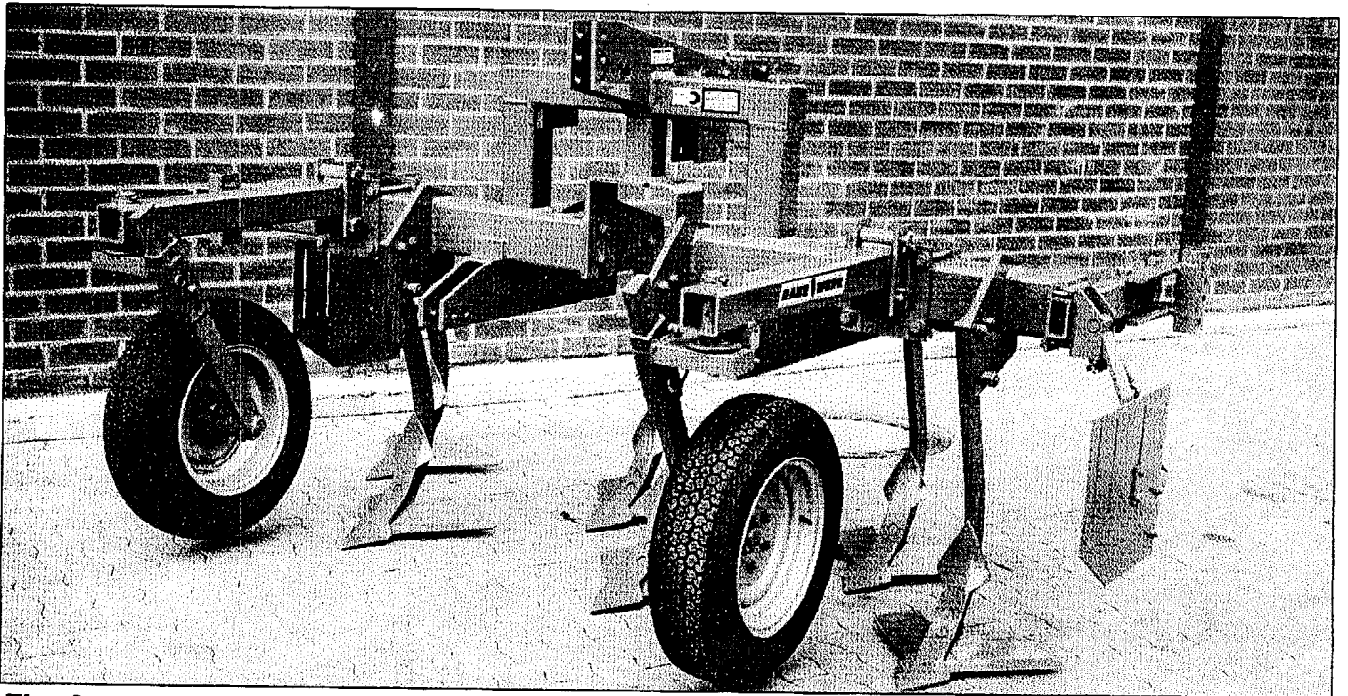

Fig. 8
Frontanbauteile anbringen - siehe Fig. 8 + 9 (EK) und 7 + 10 (EKF).
Die Stützräder einschl. Stiel sind sowohl seitlich (Heckeinsatz) als auch vorn für Fronteinsatz verwendbar (Stiele nach innen weisend; siehe Fig. 8).